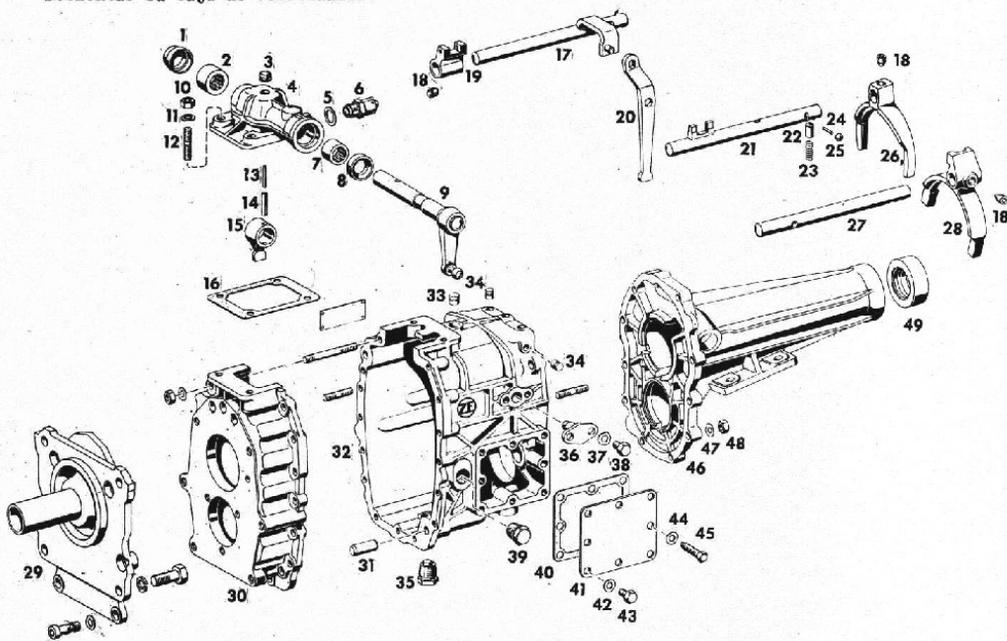
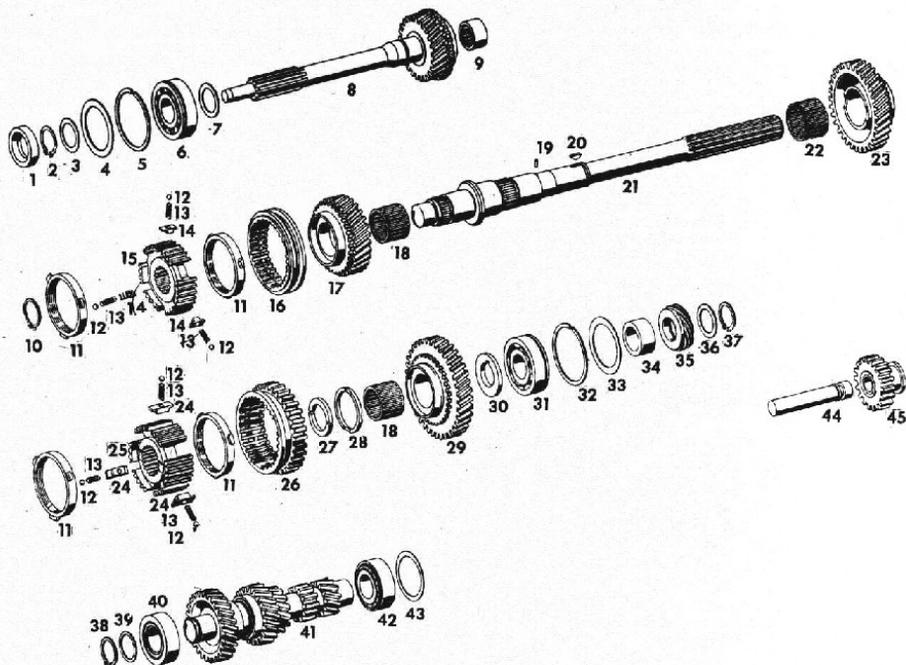

Fig. d-5
Fig. d-6
- Sacar las cuatro tuercas (10) Fig. d-5 y sus correspondientes arandelas (11), que sujetan la tapa superior (4) del mecanismo de selección de cambios.
- Retirar la tapa superior (4).
- Retirar de la tapa superior (4) el respiradero (6) y su arandela (5)
- Retirar el tapón (3) de la tapa superior (4) y a través de la abertura de dicho tapón extraer con un punzón de diámetro adecuado los pernos elásticos que fijan el selector (15) al eje de cambios (9).
- Retirar de la tapa superior (4) el eje de cambios (9), el selector (15) y el retén (8). Extraer los cojinetes a rodillos (2 y 7) quitando la tapa de cierre (1)
- Sacar las tuercas (48) que sujetan la extensión trasera (46) a la carcasa y sus arandelas (47) y retirar la extensión trasera cuidando de no extraviar los suplementos (33 y 43, Fig. d-6) instalados en los alojamientos de los cojinetes traseros del eje principal, y del engranaje quintuple
- Retirar el anillo retén (37) del extremo trasero del eje principal, la arandela de suplemento (36), el sinfín del velocímetro (35) y el tubo separador (34). Ver Figura d-6.
- Sacar el anillo retén exterior (32) del cojinete trasero y retirar el cojinete trasero (31) haciendo palanca con dos destornilladores en la ranura del anillo retén, mientras se sostiene el eje principal.
- Instalar un tubo de diámetro adecuado sobre el extremo trasero del eje principal, cuyo largo sea ligeramente menor a la distancia existente entre la arandela de empuje del engranaje de primera velocidad (30, Figura d-6) y la ranura de alojamiento del anillo retén (37).
- Instalar detrás del tubo la arandela de suplemento (36) y el anillo retén (37). De esta manera el engranaje libre de 1ra. velocidad (29) y el anillo sincronizador (11) quedan sujetos y pueden ser desmontados posteriormente en conjunto sin riesgo de que estos se separen durante la operación.
- Aflojar y retirar los bulones que fijan la tapa delantera y desmontar esta (29, Fig. d-5), cuidando no extraviar el suplemento interior (4, Fig. d-6).
- Extraer el anillo retén (2) Fig. d-6 de la ranura del engranaje de mando (8) y retirar la arandela de suplemento (3).
- Retirar el anillo retén exterior (5) del cojinete (6) del engranaje de mando.
- Retirar el cojinete (6) del engranaje de mando, haciendo palanca con dos destornilladores en la ranura de alojamiento del anillo retén exterior (5) utilizando como punto de apoyo dos tacos de madera, luego sacar la arandela de suplemento (7).
- Retirar los dos pernos de gafa (31, Fig. d-5).
- Retirar la media carcasa delantera (30).
- Conectar la marcha atrás. Para ello, desplazar el eje de cambios de marcha atrás (17) hacia la parte delantera de la caja.
- Aflojar y retirar los bulones (43 y 45) que fijan la tapa lateral (41) y sus arandelas (42 y 44, Fig. d-5).
- Retirar la tapa lateral (41) y su junta (40).
- Extraer hacia la parte trasera de la caja, el eje del engranaje de marcha atrás (44, Fig. d-6), golpeando sobre una barra de bronce de diámetro adecuado.
- Sacar el tapón (33, Fig. d-5) que está encima de la horquilla de cambios de 1ra. y 2da. velocidad (26) y los cinco tapones (34) de sus alojamientos.
- Introducir una llave hexagonal de 5 mm. a través de la abertura de alojamiento del tapón antes retirado y desenroscar el tornillo (18, Fig. d-5) que fija la horquilla de cambios de 1ra. y 2da. velocidad (26).
- Aflojar y retirar el tornillo (18) que fija la horquilla de cambios de 3ra. y 4ta. velocidad (28) al eje de cambios.
- Retirar el eje (21) de la horquilla de cambios de 1ra. y 2da. velocidad, cuidando de no extraviar el perno pasador (24) y las bolillas (25) del mecanismo de traba.
- Retirar el eje (27) de la horquilla de cambios de 3ra. y 4ta. velocidad.
- Aflojar y retirar los tornillos (38) que sujetan el eje de reenvío (36) de la palanca intermedia de marcha atrás y sus arandelas (37).
- Retirar de la carcasa el eje de reenvío (36) de la palanca intermedia de marcha atrás.
- Retirar la palanca intermedia de marcha atrás (20) y extraer fuera de la carcasa el eje de cambio de marcha atrás (17).
- Sacar los tres pernos de traba (22) y sus correspondientes resortes (23) de sus alojamientos de la carcasa. Extraer las dos bolillas de traba instaladas entre los alojamientos de los ejes.
- 1) Retirar el engranaje de mando (8, Fig. d-6) y el cojinete a rodillos (9) delantero del eje principal. Es conveniente colocar sobre la mesa de trabajo en forma ordenada y guardando su posición de funcionamiento todos los elementos que se desmonten del eje principal a fin de facilitar su inspección y posterior armado.